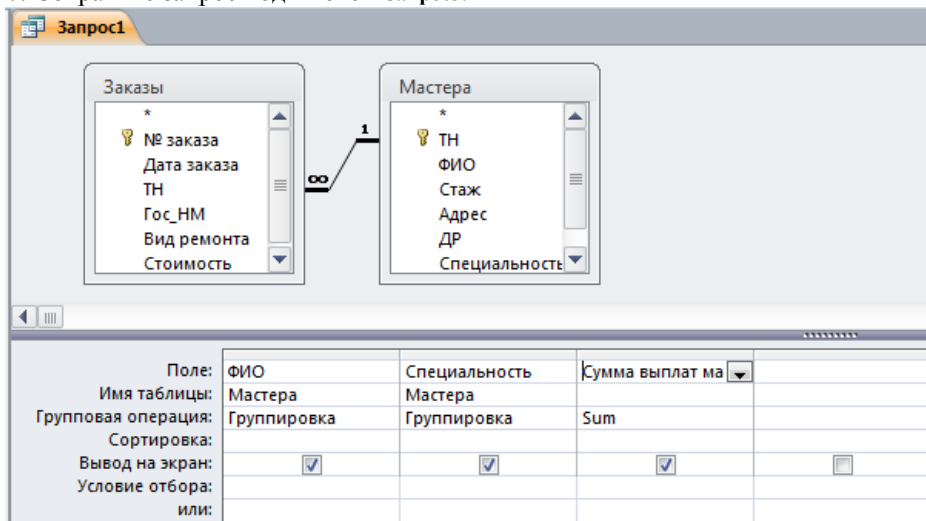

Рисунок 8. – Запрос 3 (информация о выплатах мастерам) в режиме конструктора
6. В строке **Группировка (Групповая операция)** для поля **Сумма выплат по мастеру** выберем **Sum** (рис. 8). Выполните запрос.